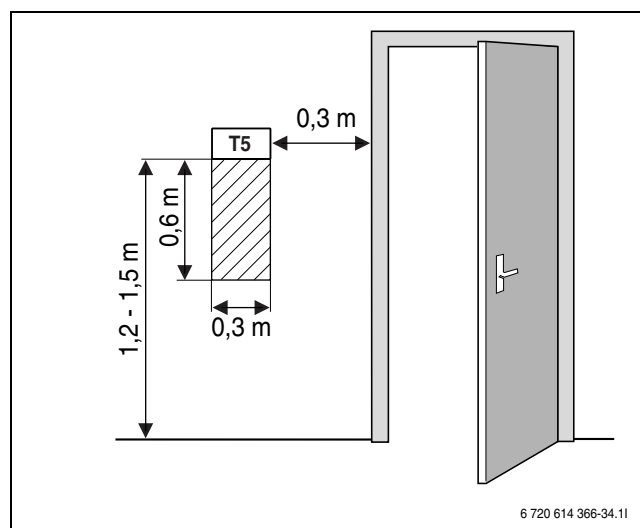

Fig. 28 Anbefalet monteringssted til rumføler T5.
- Uhindret cirkulation af rumluften under rumføler T5 (skitseret område på Fig. 28 skal holdes frit).